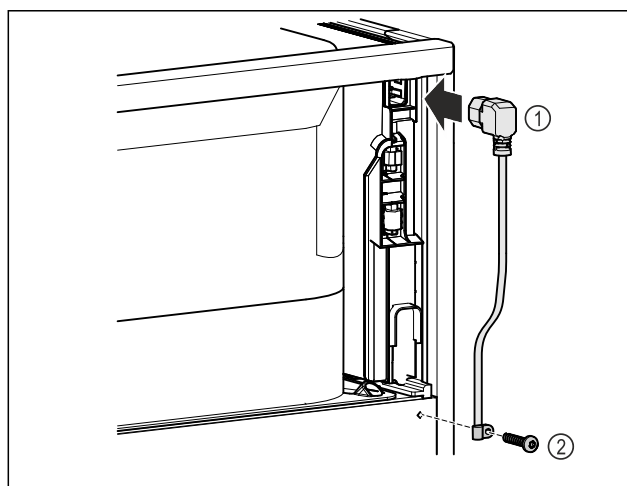

Fig. 9
- ▶ Dugja be a hálózati csatlakozóvezeték csatlakozóaljzatát Fig. 9 (1) a készülék hátoldalába.
- ▶ Szerelje fel a tehermentesítőt. Fig. 9 (2)